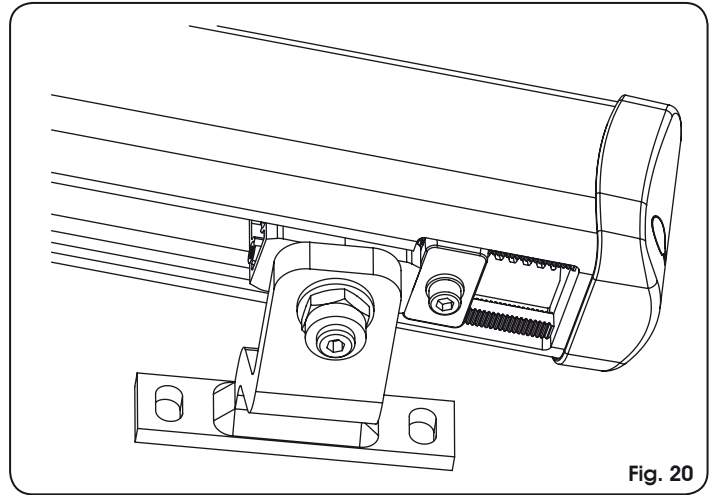

Fig. 20
- Desplace el bloqueo hasta colocarlo cerca del empalme como se indica en la Fig. 20.